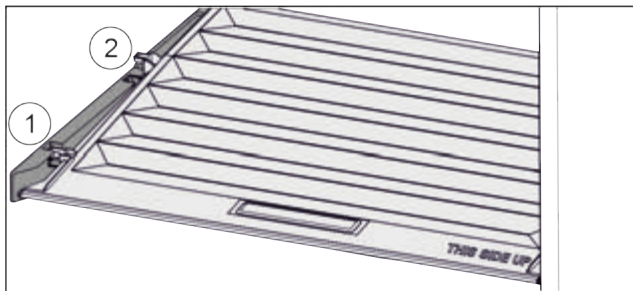

Fig. 126
- Кришку до отвору в деталях для підтримки потягнути вперед Fig. 126 (1).
- Підняти ззаду знизу та вийняти Fig. 126 (2) вгору.